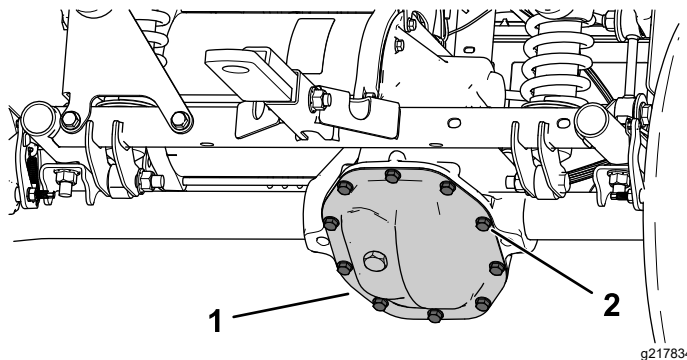

图 51
1. 对齐驱动桥盖下的排放盘图 51。
2. 拔掉驱动桥盖上的螺栓让液体完全排出图 51。